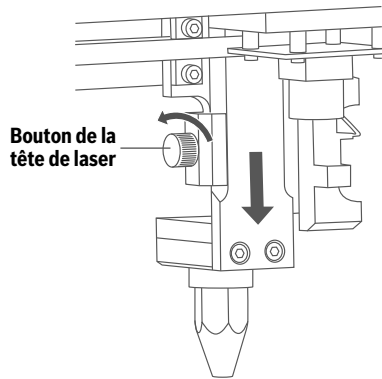

Fig. 37
- c. Retirez complètement l'ensemble de porte-lentille en desserrant le bouton de la tête de l'outil de coupe au laser, Fig. 37.